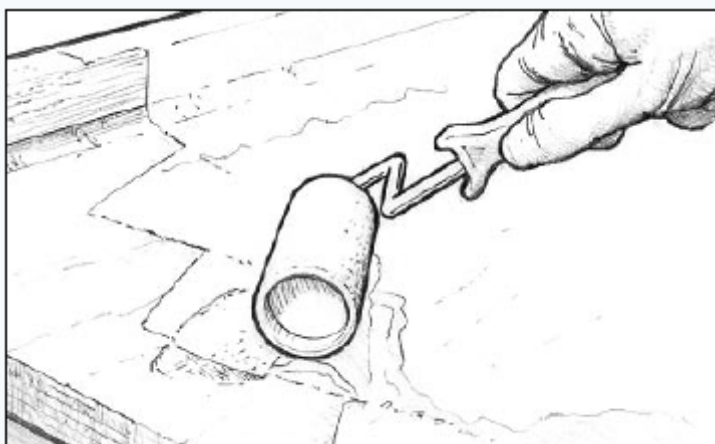

Рис. 21. Пропитайте пористые поверхности перед нанесением состава для выравнивания.
2. Пропитайте пористые поверхности смесью смолы/отвердителя (*рисунок 21*).